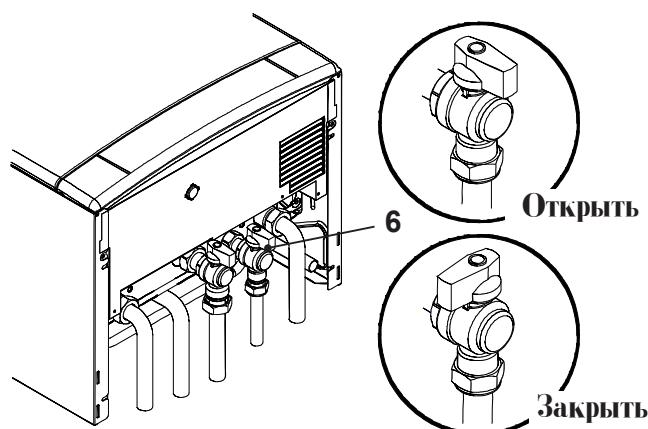

рисунок 2.1
- Откройте кран заполнения системы отопления 6 (рисунок 2.1) и закройте, когда давление достигнет значения, указанного на рисунке 2.2.